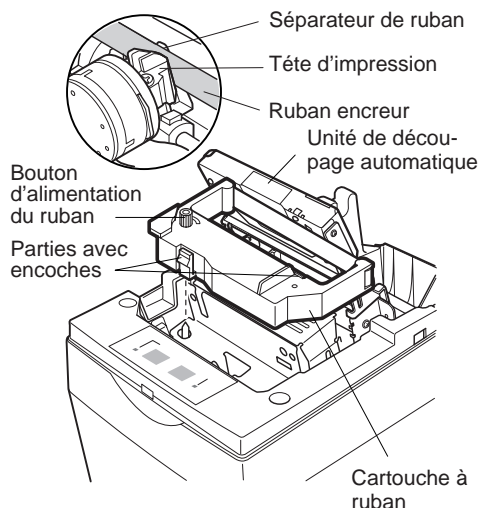
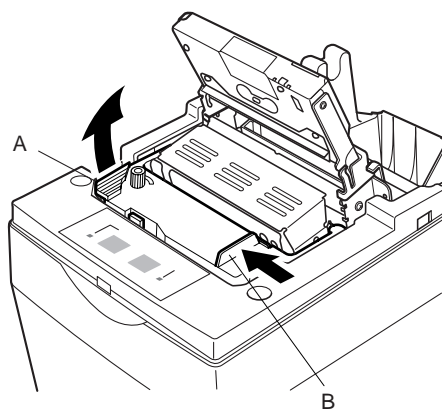

Fig. 6-10 Mise en place de la cartouche à ruban
Fig. 6-11 Dégagement de la cartouche du ruban
- ④ Mettez la cartouche à ruban en place dans le sens indiqué dans la figure 6-10 et appuyez légèrement sur la cartouche afin qu'elle se mette en place. Si la mise en place de la cartouche n'est pas satisfaisante, appuyez sur la cartouche tout en faisant tourner le bouton d'alimentation du ruban de la cartouche dans le sens de la flèche.
- ⑤ Pour tendre le ruban, faites tourner le bouton d'alimentation du ruban de la cartouche dans le sens de la flèche.
- ⑥ Refermez l'unité de découpage automatique.
- ⑦ Pour remettre en place le capot, suivez la procédure décrite à l'étape ② dans le sens inverse.
- ⑧ Pour enlever la cartouche à ruban, soulevez la partie A, puis enlevez la cartouche en la tenant par la partie B comme indiqué dans la figure 6-11.